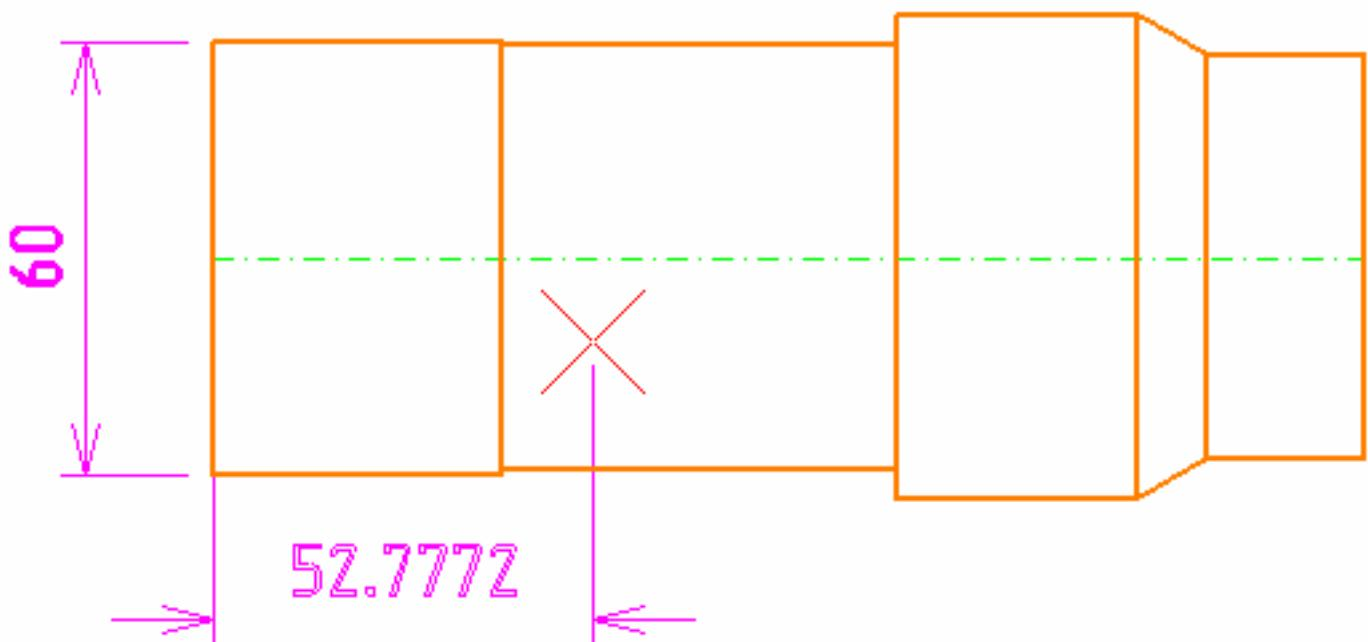

рис. 100
- Переместите курсор к центру осевой линии. У Вас должно быть примерно также, как представлено на рис. 100.